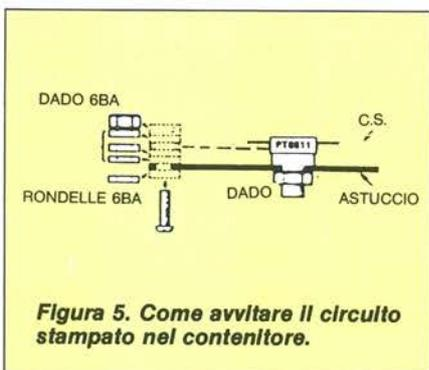

Figura 5. Come avvitare il circuito stampato nel contenitore.
7) Avvitare, senza stringere, il circuito stampato all'astuccio, come mostrato in Figura 5.